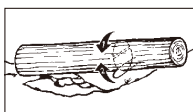

Fig. 13C
3. En stamme som er understøttet i begge ender. Først skal du skære fra oven, ca. 1/3 af stammens diameter, for at undgå opsplitning. Herefter skal du skære fra neden, til den første indskæring, og undgå at saven kommer i klemme (Fig. 13C).